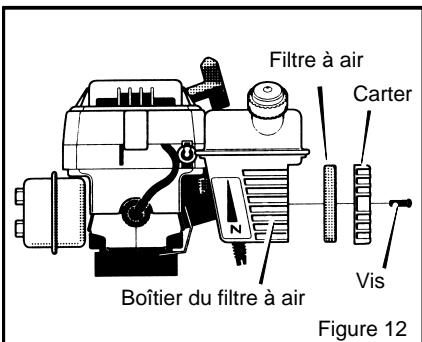

Figure 12
2. Retirez les vis du **carter du filtre à air** (voir Figure 12). Retirez le **carter du filtre à air** et le **filtre à air**.